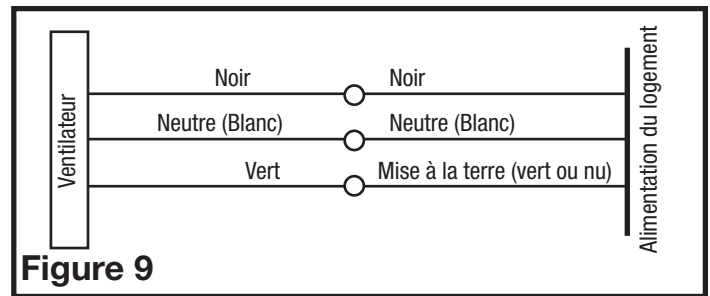

Figure 9
3. Pour les ventilateurs à deux vitesses, raccordés pour une ventilation continue, connectez le fil blanc du ventilateur au fil blanc (neutre) de la source d'alimentation. Connectez le fil de terre de la maison au fil vert du boîtier du ventilateur. Connectez le fil noir du ventilateur au fil noir (chaud) de la source d'alimentation. Le ventilateur fonctionnera à faible vitesse, en continu, et augmentera à haute vitesse lorsqu'un mouvement est détecté. Un interrupteur à commande manuelle (non inclus) peut être utilisé pour éteindre manuellement le ventilateur (Figure 9).